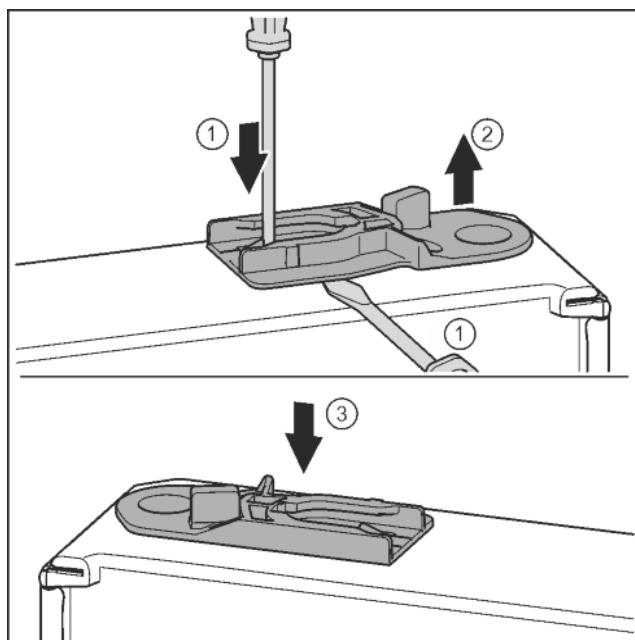

Fig. 37
- ▶ Витягніть направляюче гніздо: Натисніть шліцевою викруткою накладку і одночасно підвідіть її під направляюче гніздо. Fig. 37 (1, 2)
- ▶ Направляюче гніздо, що входить до складу поставки, вставте з іншого боку корпуса. Fig. 37 (3)